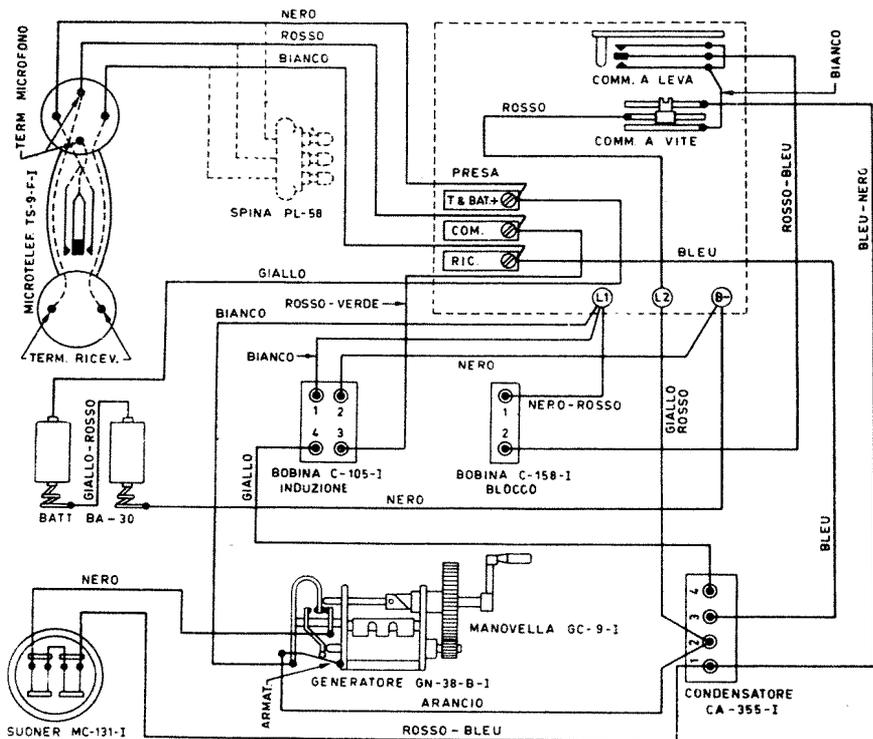

Fig. 23 - Schema dei conduttori del telefono EE-8-B-I.
- 2) schema dei collegamenti del telefono EE-8-B-I (fig. 23);